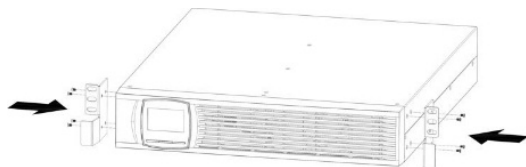

Abbildung 9: Befestigung der Montagewinkel
4. Richten Sie die Montagewinkel (L = Links und R = Rechts) mit den Schraubenbohrungen auf jeder Seite der USV-Anlage und der Batteriepakete aus und befestigen Sie diese mit den beigegefügt M4 x 8 Senkkopfschrauben (siehe Abbildung 9).